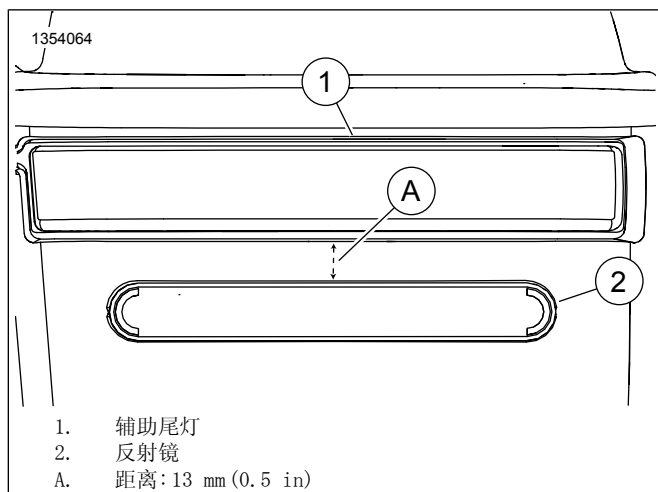

图8。反光片位置
- b. 参见图8。将反光片(2)居中放在边箱后部、辅助尾灯(1)下方距离:13 mm (0.5 in)处。